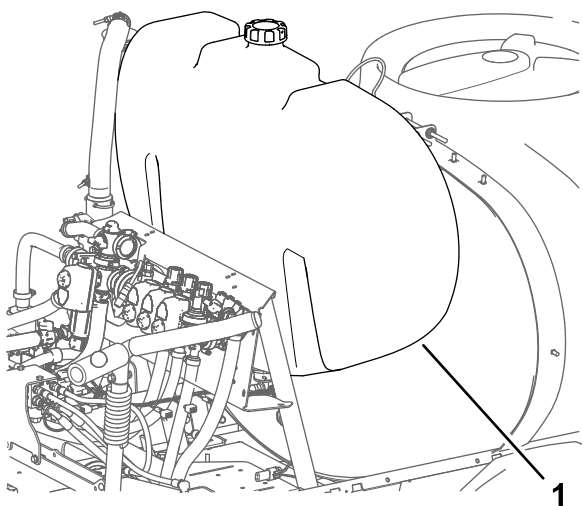

Figura 13
1. Monte o depósito de lavagem na máquina como se mostra na Figura 13.